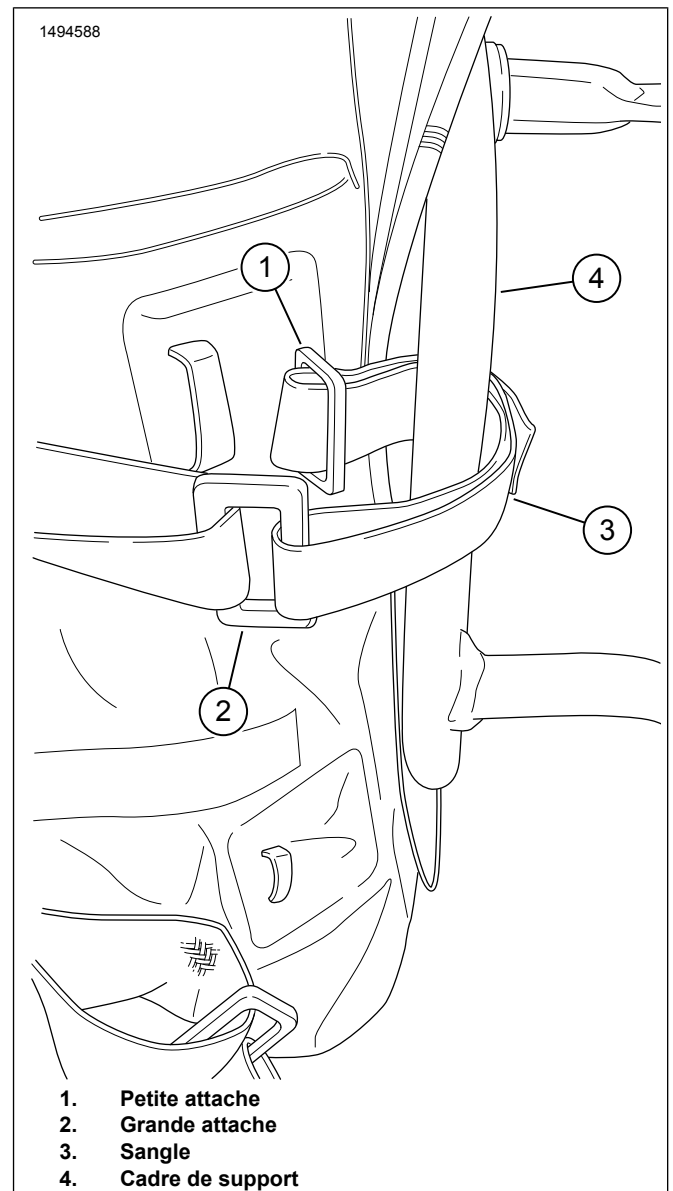

Figure 5. Processus de sangle de tension 1
7. Figure 5 Enveloppez les sangles de tension de la sacoche (3) autour du cadre de support de la sacoche (4).